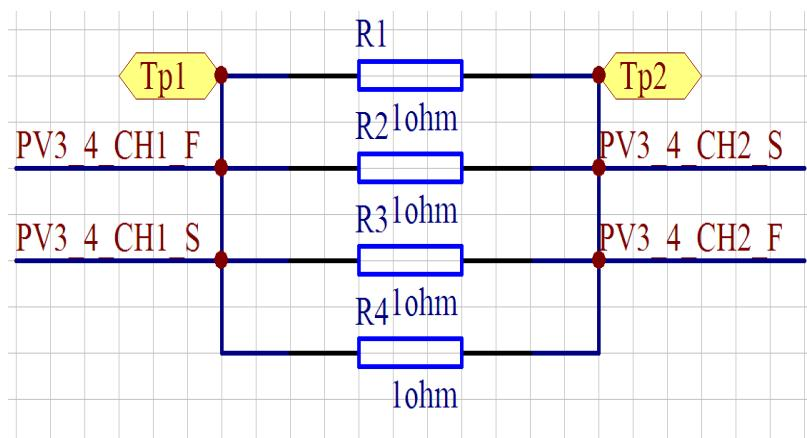

图 2.1 PV3 测试线路图
(1) 示例线路如下图 2.1:
如上图 2.1，R1, R2, R3, R4 并联两端分别接 pv3 的 1 通道和 2 通道，通过 PV3 给电阻加电流，测量电阻两端的电压，根据欧姆定律算出电阻阻值。